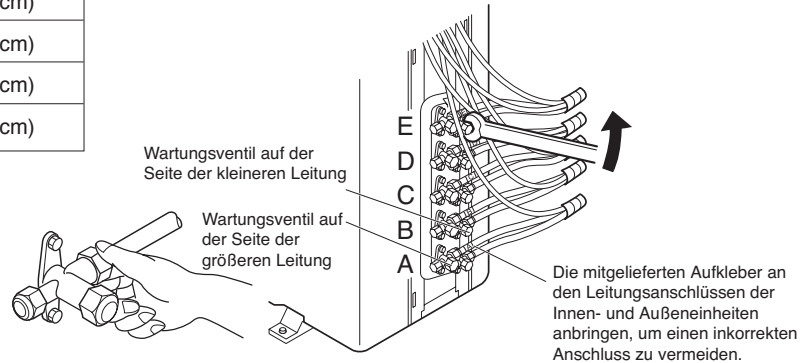

Abb. 14
- Provisorischer Anschluss: Um 3 – 5 Umdrehungen von Hand hineindrehen. (Abb. 14)